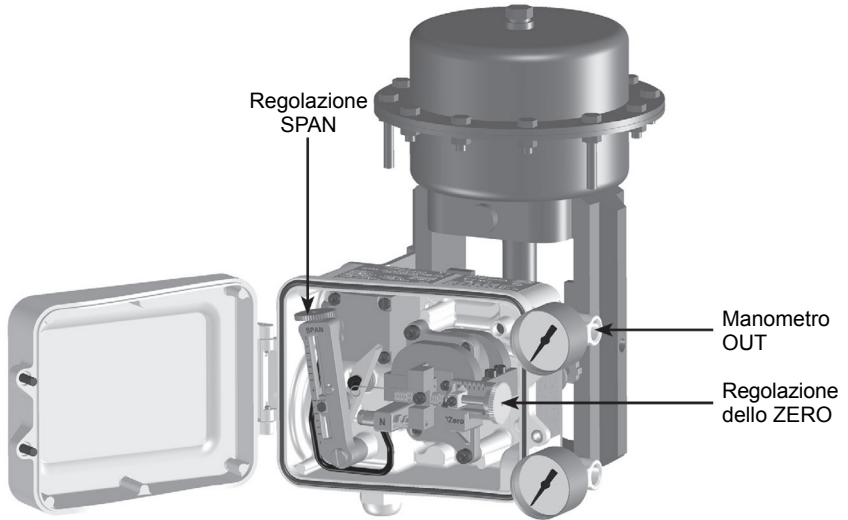

Fig. 20
5.2.1 Reimozione, manutenzione e pulizia del regolatore di sensibilità (Fig. 20):